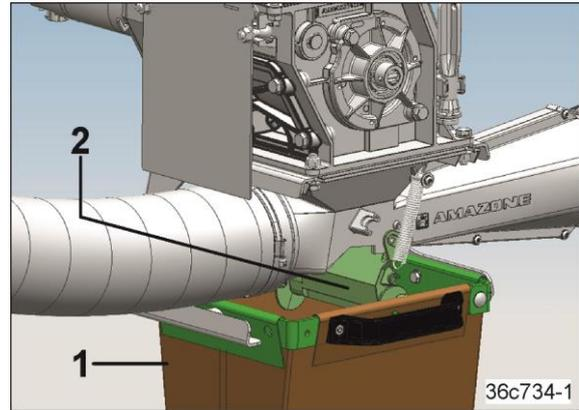

Fig. 411
- 2.1 Den Auffangbeutel (Fig. 411/1) unter den Dosierer schieben und die Klappe (Fig. 411/2) öffnen, siehe Kapitel Kalibrieren der Ausbringmenge, Seite 186.